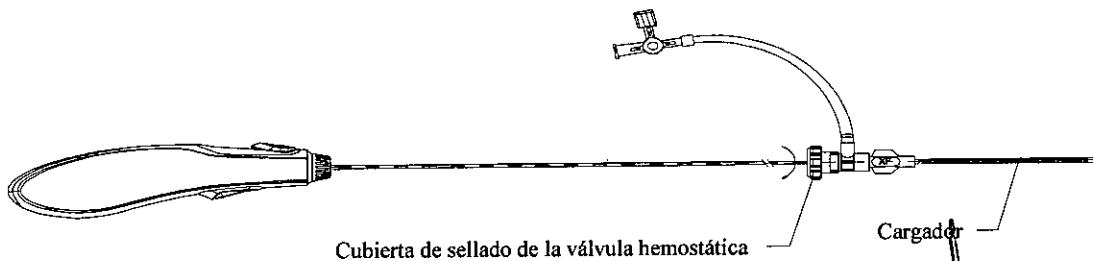

Figura 7 Ilustración del apriete hacia la derecha de la cubierta de sellado de la válvula hemostática
- Enrosque hacia la derecha la cubierta de sellado de la válvula hemostática al ángulo correcto (vea la **Figura 7**), y realice un movimiento repetido de empuje y tracción para verificar la tensión.